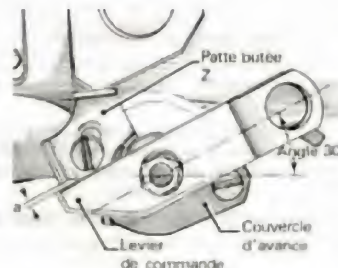

Fig. 48.
- Dans cette position, le levier de commande de la came doit être positionné suivant un angle de 30° (fig. 48).
- Positionner ensuite la butée du levier Z (fig. 48), de façon à obtenir un jeu de 1 mm (a).